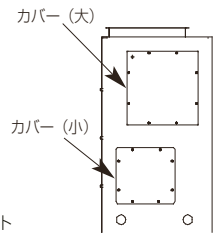

図13
(1) 送風機ブリーセットおよび電動機ブリーセットの取付け
- ①前パネル下、前パネル上（ネジ2本）を取外してください。
- ②左側サイドパネルのカバー大・小を取外してください。（ネジ8本×2）…図13
(2) 電動機の取付け
- ②左側サイドパネルのカバー小を取外してください。（ネジ8本）…図13